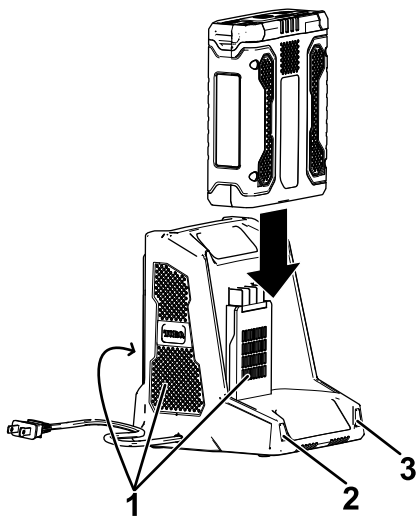

Figura 4
5. Fate scorrere il pacco batteria nel caricabatteria fino a quando non è completamente in sede (Figura 4).